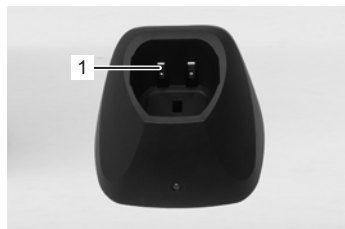

Fig. 22
Una goccia di olio sui pettini superiore ed inferiore è indispensabile per ottenere un buon risultato nella tosa e pure per conservare più a lungo e in ottimo stato la tosatrice (Fig. 22).
- ▶ Lubrifici sufficientemente i pettini durante la tosa (almeno ogni 15 minuti), di modo che non si secchino mai (Fig. 22).
I rasoi devono essere lubrificati prima, durante e dopo ogni uso. Se i pettini rilasciano striature o rallentano la corsa, è necessario lubrificarli. Applichi qualche goccia di olio sopra e ai lati dei pettini (v. frecce Fig. 22). Levi le gocce in eccedenza con un panno morbido e asciutto. Degli aerosol lubrificanti non contengono abbastanza olio per una buona unzione, ma sono utili al raffreddamento dei pettini. Cambi immediatamente i pettini difettati o scheggiati per evitare di ferirsi.